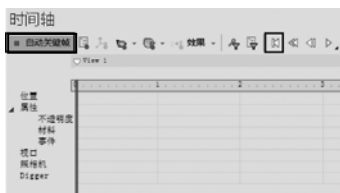

图 8-62 调整时间轴
STEP 1 打开本书提供的素材文件“透明胶带切割器.smg”。首先单击左上角的“切换到动画模式”按钮,将视口切换到动画空间模式,再单击“快退”按钮,将当前关键帧置于 0s 处,再选中“自动关键帧”按钮,如图 8-62 所示。为了更好地操作模型,可创建一张视图,当然也可以不创建。